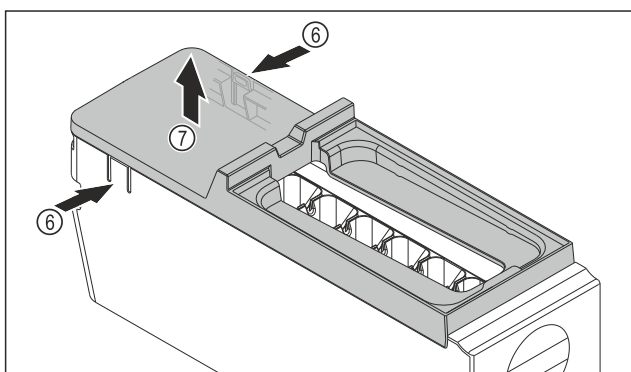

Fig. 84
- ▶ Vyjmutí krytu korpusu EasyTwist-Ice: Lamely Fig. 84 (6) na obou stranách korpusu EasyTwist-Ice stlačte jednou rukou.
- ▶ Kryt Fig. 84 (7) vyjměte druhou rukou nahoru.